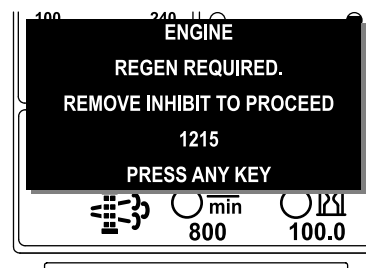

Рисунок 11
**Примечание:** Если вы установите в инфо-центре запрет регенерации, на экране через каждые 15 минут будет отображаться ИНФОРМАЦИОННОЕ СООБЩЕНИЕ № 1215 (Рисунок 11), и двигатель будет запрашивать регенерацию со сбросом.